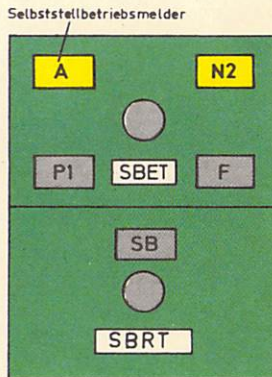

Bild 49
- (13) Einfahrzugstraßen und Zugstraßen von Abzweigstellen können mit einem Annäherungsverschluß ausgestattet sein (Zusatzbestimmungen). Dieser verhindert die Gesamthilfsauflösung einer Fahrstraße mit der Fahrstraßenhilfstaste, wenn der Annäherungsverschlußabschnitt bei festgelegter Einfahrzugstraße besetzt ist. Der Annäherungsverschluß bleibt wirksam, auch wenn das Signal zurückgenommen wird. Bei wirksamem Annäherungsverschluß ist die Einzelhilfsauflösung weiterhin möglich.
- (14) a) Bei eingeschaltetem Selbststellbetrieb wird allen Zügen einer Fahrtrichtung eine bestimmte Zugstraße zugeordnet. Der Selbststellbetrieb wird durch Bedienen der Selbststellbetriebs-einschalttaste und der Zugstraßentaste eingeschaltet. Der Selbststellbetriebsmelder des betreffenden Signals zeigt gelbes Ruhelicht (vgl. Bild 49). Bei Annäherung des Zuges blinkt der Selbststellbetriebsmelder kurzzeitig gelb. Bei signalgesteuerten BÜ-Sicherungseinrichtungen im Selbststellbereich blinkt der Selbststellbetriebsmelder bis zu einer Zeit, die für die Sicherung des BÜ notwendig ist. Die Zugstraße wird zugbewirkt eingestellt und aufgelöst. In den Zugpausen kann ohne Rücknahme des Selbststellbetriebs rangiert werden. Der Selbststellbetrieb kann jederzeit durch Bedienen der Selbststellbetriebsrücknahmetaste und der Zugstraßentaste zurückgenommen werden. Ein Fahrt zeigendes Signal bleibt in Fahrtstellung.